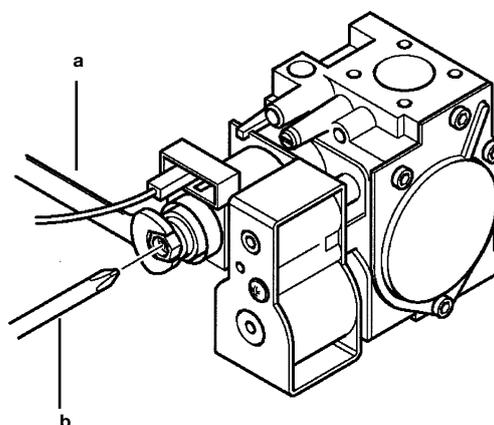

Figure 12
- régler la vis en laiton (**a**) Fig. 12 jusqu'à obtenir les valeurs de pression indiquées dans le tableau 1;
- débrancher le câble d'alimentation du moduleur et desserrer la vis (b) Fig. 12 jusqu'à atteindre la valeur de pression correspondant à la puissance réduite (voir tableau 1) ;